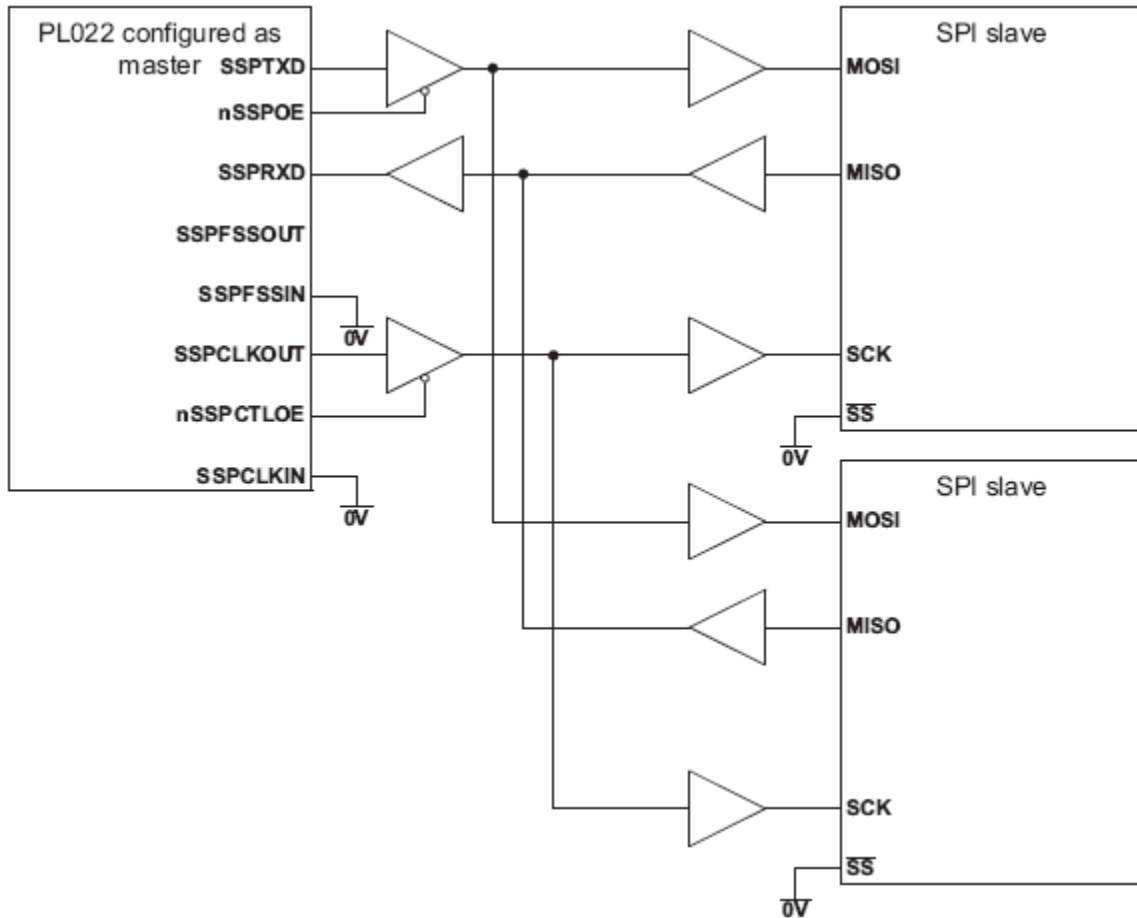

Рисунок 104 – Ведущее устройство SSP подключено к двум ведомым, поддерживающим SPI
Рисунок 104 показывает подключение модуля SSP, сконфигурированного как ведущее устройство, к двум ведомым устройствам, поддерживающим протокол SPI фирмы Motorola. Внешние устройства сконфигурированы как ведомые путем установки в низкий логический уровень сигнала выбора ведомого устройства Slave Select (SS). Как и в предыдущем примере, ведущее устройство способно передавать данные в адрес ведомых циркулярно по линии SSP_TXD. Ответная передача данных на входную линию SSP_RXD ведущего устройства одновременно осуществляется только одним из ведомых по соответствующей линии MISO.